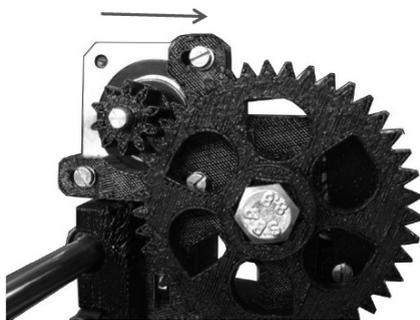

图 3-66 将同步电机安装至挤出机上
(10) 将此同步电机安装在 Wade Extruder Body 上, 其中有对应的安装位置和螺钉孔, 使用 3 个 M3*14mm 的螺钉和 3 个 $\text{Ø}3$ 的垫片进行固定。要确保安装后的大、小齿轮啮合顺畅, 如图 3-66 所示。